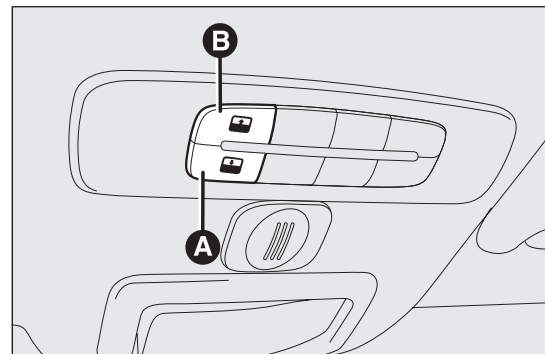

fig. 46
Il funzionamento del tetto apribile avviene solo con chiave di avviamento in posizione MAR. I comandi A e B fig. 46 si trovano vicino alla plafoniera anteriore e comandano rispettivamente la chiusura/apertura del tetto apribile.
Premere e mantenere premuto il pulsante B fig. 46: il tetto si porterà in posizione “spoiler”. Per aprire il tetto completamente premere nuovamente il pulsante B e mantenerlo premuto: il tetto si fermerà comunque nella posizione raggiunta al momento del rilascio del pulsante.
Premere il pulsante A fig. 46 e mantenerlo premuto: il tetto si porterà in posizione “spoiler”. Il tetto si fermerà comunque nella posizione raggiunta al momento del rilascio del pulsante. Premere nuovamente il pulsante A e mantenerlo premuto fino alla chiusura completa del tetto.
- premere il pulsante A fig. 46 e mantenerlo premuto in modo che il tetto, a scatti, si chiuda completamente